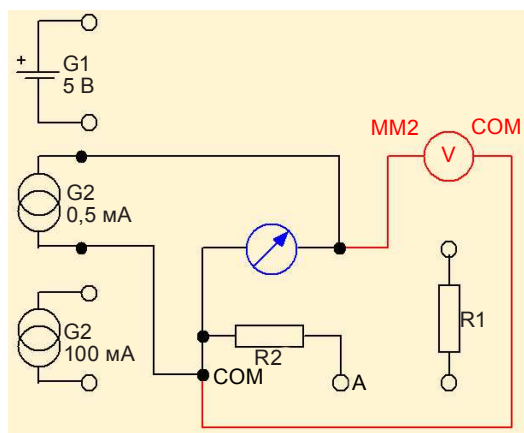

Рис. 3. Подключение вольтметра для измерения напряжения на измерительном приборе
8. Подключить мультиметр 2 для измерения напряжения на измерительном приборе. Соединить вход прибора 1 мА с входом  $V$  мультиметра 2. Соединить выход COM прибора с гнездом COM мультиметра 2 (рис. 3).